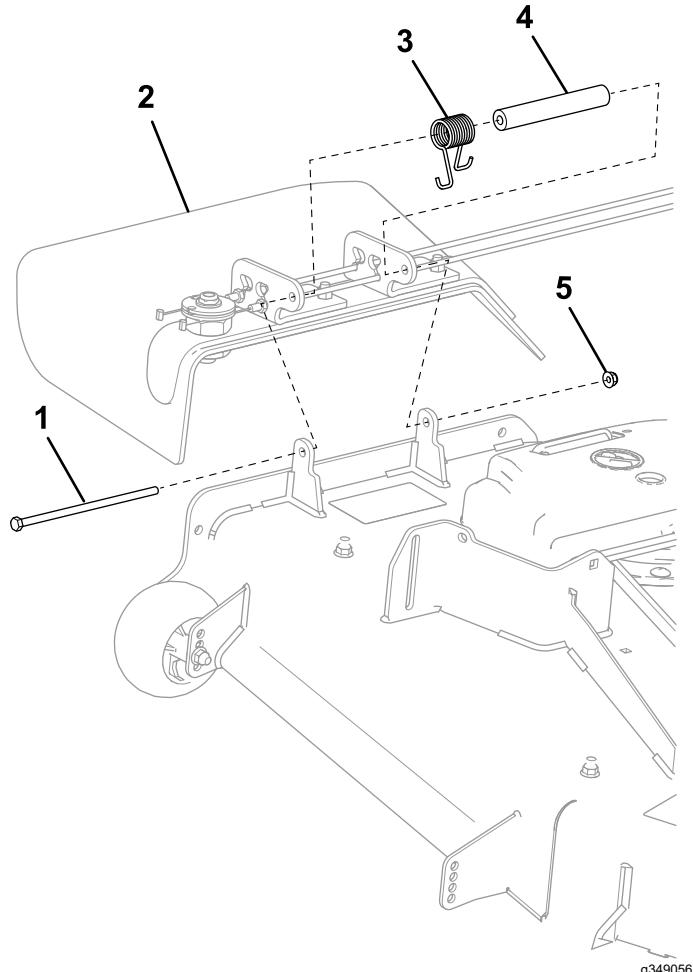

Figura 7
1. Inserite il nuovo distanziale e la molla sul camino di scarico (Figura 7).
2. Montate il bullone a testa esagonale (5/16" x 7½") e il dado di bloccaggio (5/16") come illustrato nella Figura 7.